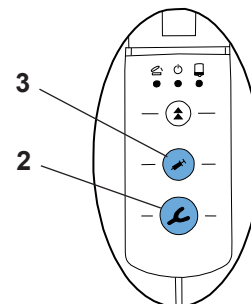

Fig. 8
- Hvis brukeren trykker på en av leveringstastene (avtrykksbrett (2, Fig. 8) eller dispenser (3, Fig. 8)) uten å velge et blandeprogram, aktiveres (ST)-programmet automatisk. Lysdioden ved siden av (ST)-tasten tennes.